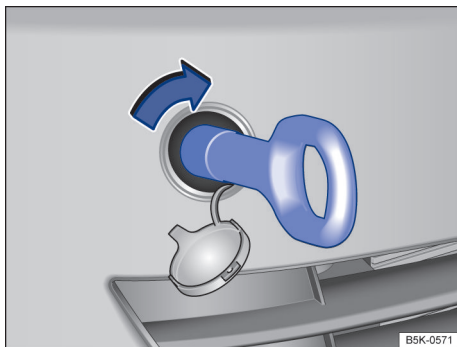

Fig. 184 No para-choque dianteiro à direita: rosquear a argola de reboque.
- Rosquear a argola de reboque tão firme quanto possível **no sentido horário** no alojamento → Fig. 184, → ⓘ. Utilizar um objeto apropriado com o qual a argola de reboque possa ser rosqueada com firmeza no alojamento.